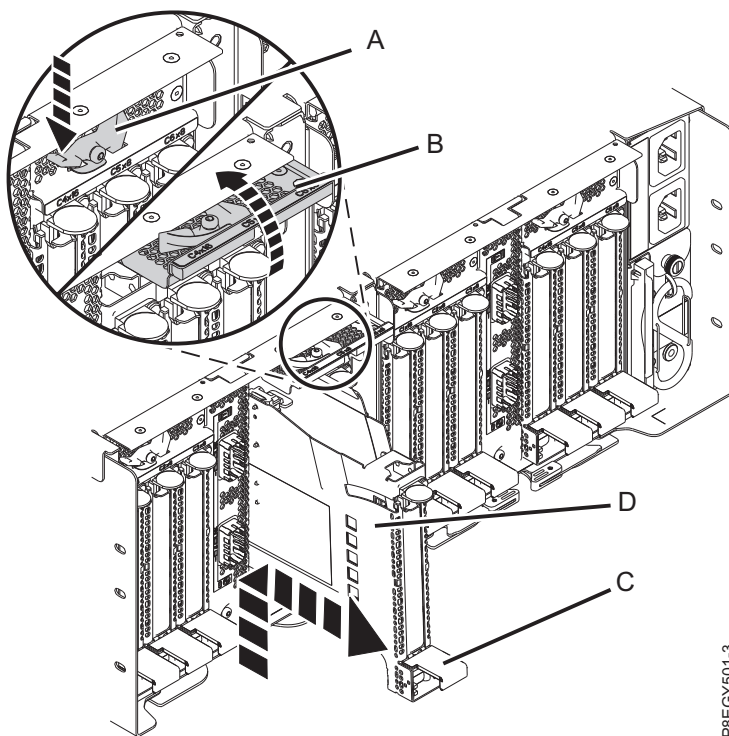

Figure 49. Retrait d'une cassette de cartes PCIe du tiroir d'extension PCIe3
- a. Appuyez sur le loquet de verrouillage (A) sur l'emplacement cible, comme illustré dans la figure 49. Cette action permet de faire pivoter la porte de verrouillage en position ouverte. Voir (B) dans la figure 49.
- b. Soulevez la poignée de la cassette (C) et dégagez la cassette (D) de son emplacement, comme illustré dans la figure 49.